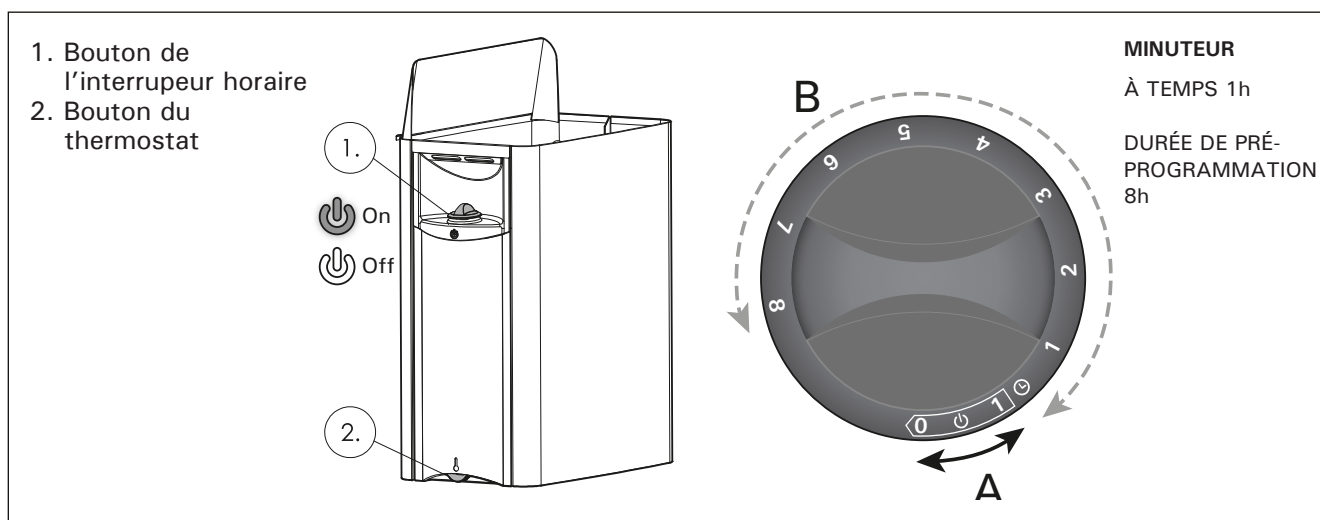

Figure 2. Boutons
Tourner le bouton de l'interrupteur horaire dans le sens des aiguilles d'une montre sur la partie «marche» (section A de la figure 2, 0 à 1 heures).Le poêle commence à chauffer immédiatement. Laisser au moins 30 minutes pour que la salle de sauna chauffe à une température moyenne d'utilisation.
Pour pré-programmer l'heure de début du chauffage, tourner le bouton de l'interrupteur horaire dans le sens des aiguilles d'une montre jusqu'à la partie pré-programmation (section B de la figure 2, 0 à 8 heures). Le poêle démarrera après écoulement de la durée de pré-programmation et rotation de l'interrupteur horaire sur la partie « marche ». Le poêle fonctionnera pendant environ une (1) heure. L'éclairage reste également allumé pendant la durée de pré-programmation.
Le thermostat (figure 2) sert à maintenir la température souhaitée dans la cabine de sauna. Procéder à des essais pour trouver le réglage qui convient le mieux.